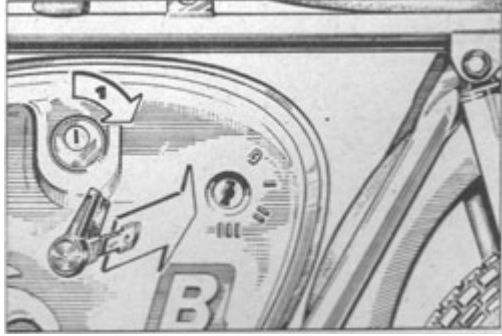

Bild 5
- Zündung einschalten (Bild 5);